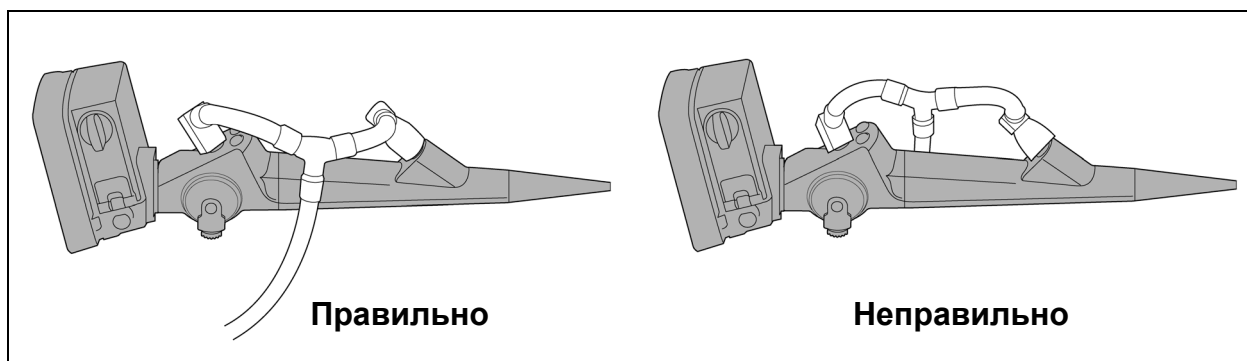

Рис. 7.2
- При загрузке моделей MAF-DM2, MAF-GM2 или MAF-TM2 в емкости для очистки в репроцессоре эндоскопа OER-AW извлеките эндоскоп из емкости и подсоедините соединительную трубку (MAJ-1513 или MAJ-1516) к эндоскопу только, как показано далее (рис. 7.2 Правильно). Не подсоединяйте соединительную трубку к эндоскопу, как показано далее (рис. 7.2 Неправильно). В противном случае недостаточная очистка и (или) дезинфекция эндоскопа может создать риск инфицирования пациента и (или) операторов при последующем использовании данного эндоскопа для проведения процедуры.